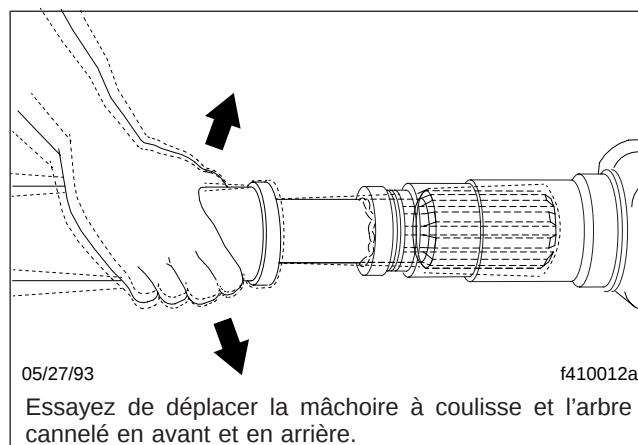

Fig. 5, Vérification de l'usure de la cannelure du joint coulissant
6. Vérifiez les joints coulissants pour déceler toute trace d'usure des cannelures en déplaçant la mâchoire à coulisse et l'arbre cannelé en avant et en arrière; voir la **figure 5**. Si le joint